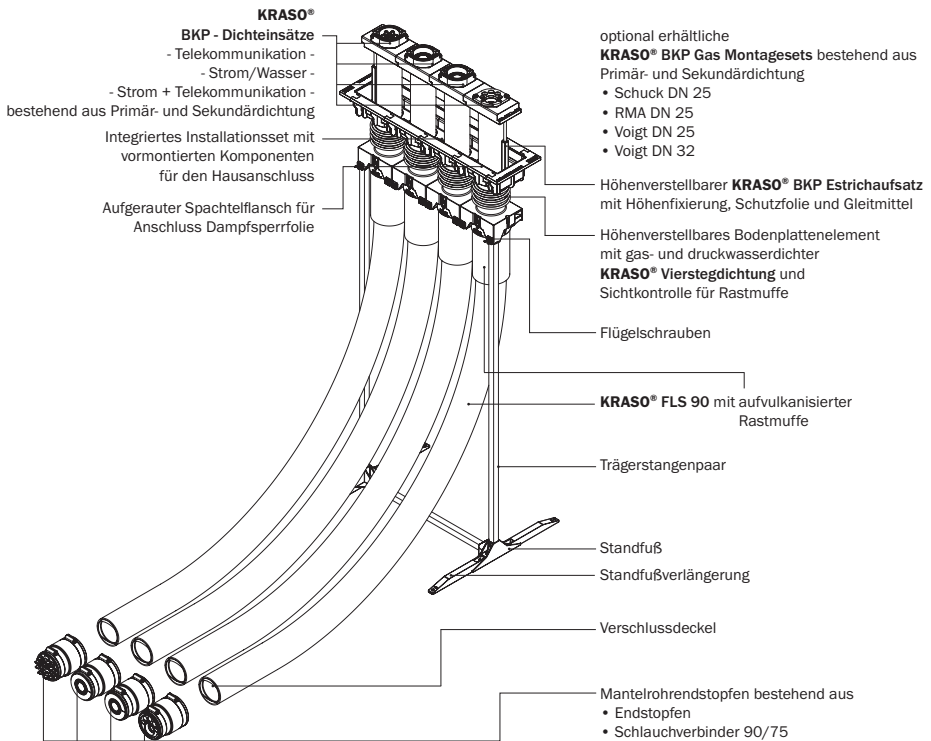
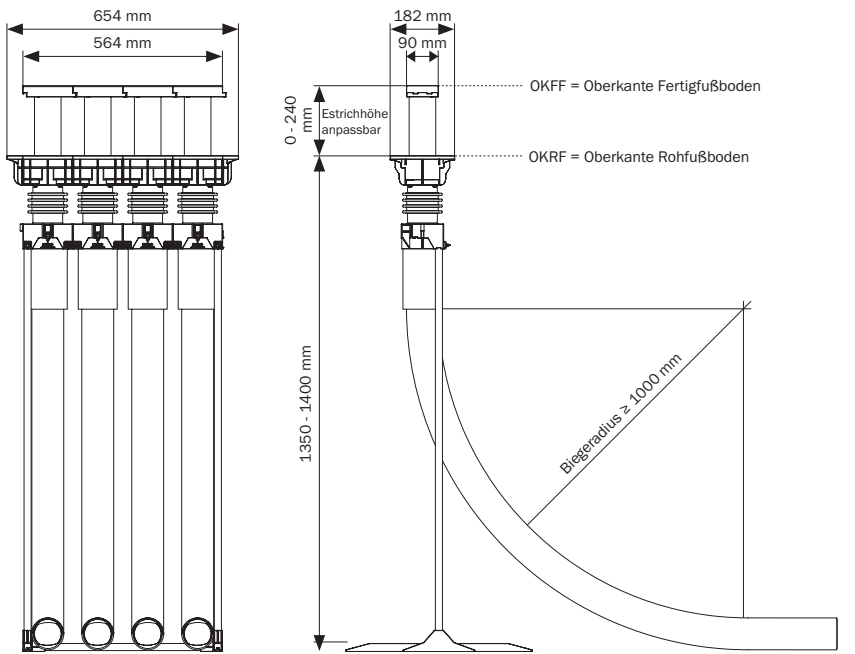

Abbildung 2.1: Komponenten
Abbildung 2.2: Bemaßung
2. Produktbeschreibung (s. Abbildung 2.1)
Das KRASO® Bauherren-Komfortpaket - Boden - BOX - 4-fach enthält alle Komponenten für eine gas- und druckwasserdichte Hauseinführung aller Versorgungsleitungen (Gas, Wasser, Strom, Telekommunikation) bei nicht unterkellerten Gebäuden (s. Abbildung 2.1 auf Seite 4). Der Lieferumfang kann je nach gewünschter Ausführung variieren (s. Seite 5). Die Bemaßung entnehmen Sie der Tabelle 2.1 auf dieser Seite bzw. der Abbildung 2.2 auf Seite 4.